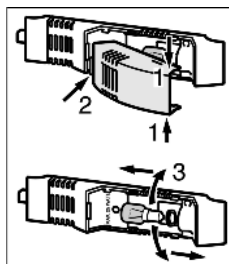

Fig. 8
- ▶ Saisir la protection d'ampoule en haut et en bas *Fig. 8 (1)*.
- ▶ Déclipser à l'arrière et détacher la protection d'ampoule *Fig. 8 (2)*.
- ▶ Remplacer la lampe *Fig. 8 (3)*.